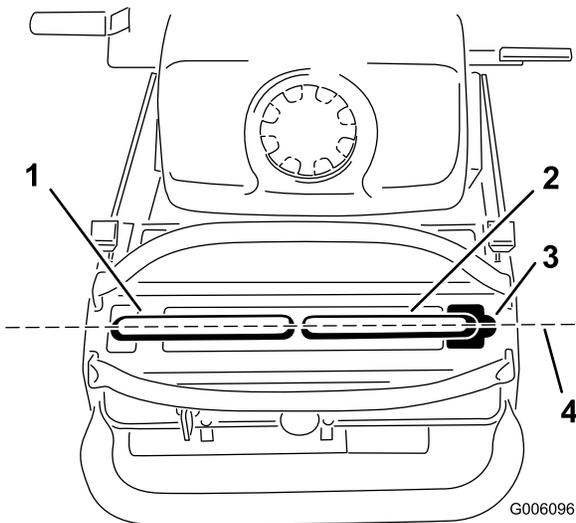

Bild 44
Wichtig: Stellen Sie sicher, dass die Spur des Rasenmähers nach dem Einstellen der Fahrtriebshebel richtig ist. Nach dem Einstellen der Spur können die Fahrtriebshebel ggf. nicht richtig in der Längsrichtung ausgefluchtet sein (Bild 44).
1. Prüfen Sie nach dem Einstellen der horizontalen Ausrichtung die Ausrichtung in Längsrichtung (Bild 44).